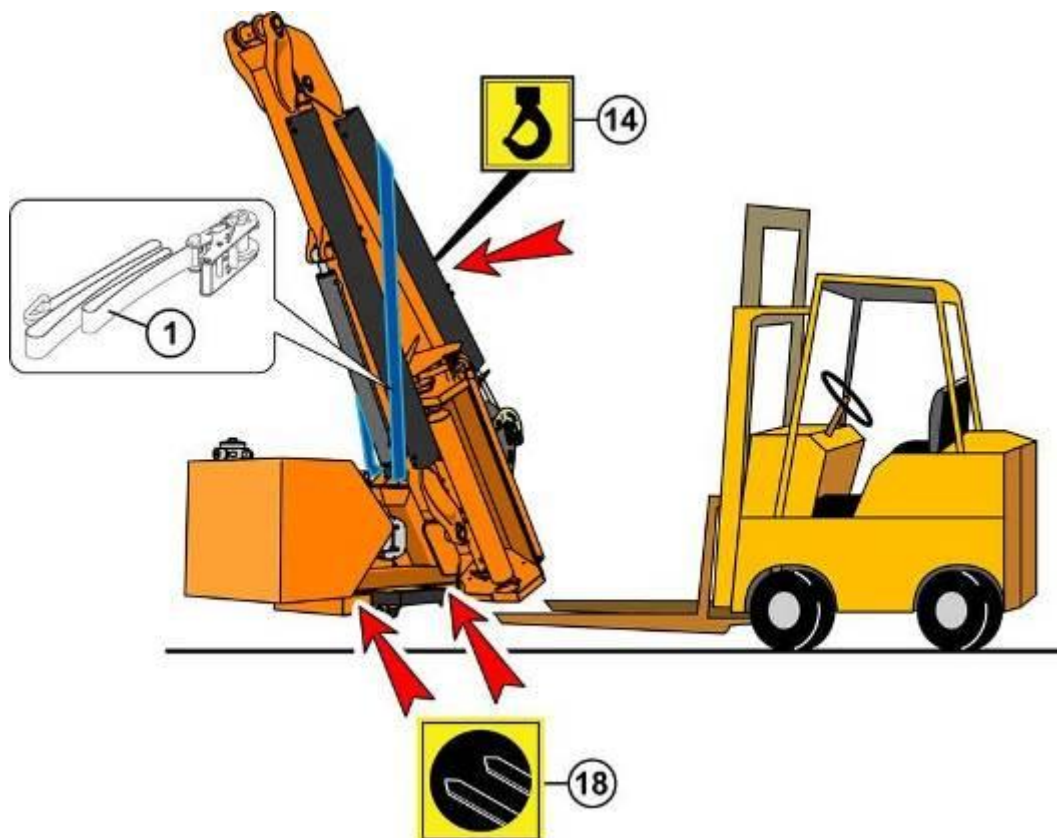

РИС. 4.1
Для подъема оборудования используйте ремни или цепи, способные выдержать вес оборудования. Крюки подъемника должны быть закреплены в пазах, обозначенных на оборудовании специальными наклейками. (РИС. 4.1).
Для подъема мульчера используйте лебедку или кран с грузоподъемностью, соответствующей весу оборудования. Ремни или цепи должны быть закреплены в пазах, обозначенных наклейкой **14** (РИС. 4.1). Оборудование также может быть размещено на деревянный паллет и поднято на нем. Такой способ подъема должен быть осуществлен с помощью вилочного погрузчика, вилки должны быть размещены в местах, обозначенных наклейкой **18**, после полного складывания стрел и крепления их к раме с помощью специальной цепи (1) (РИС. 4.1). Эти операции должны выполняться только квалифицированными операторами погрузчиков.